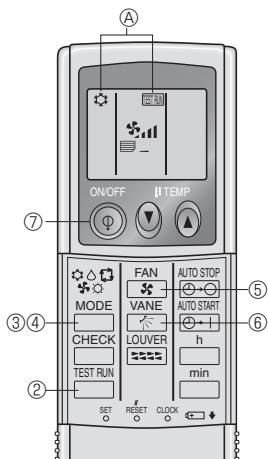

Fig. 7-5
7.2.2. Kablosuz uzaktan kumanda kullanarak (Fig. 7-5)
- ① Çalışma testinden en az 12 saat önce üniteye güç verin.
- ② (kontrol) düğmesine iki kere sürekli olarak basın.